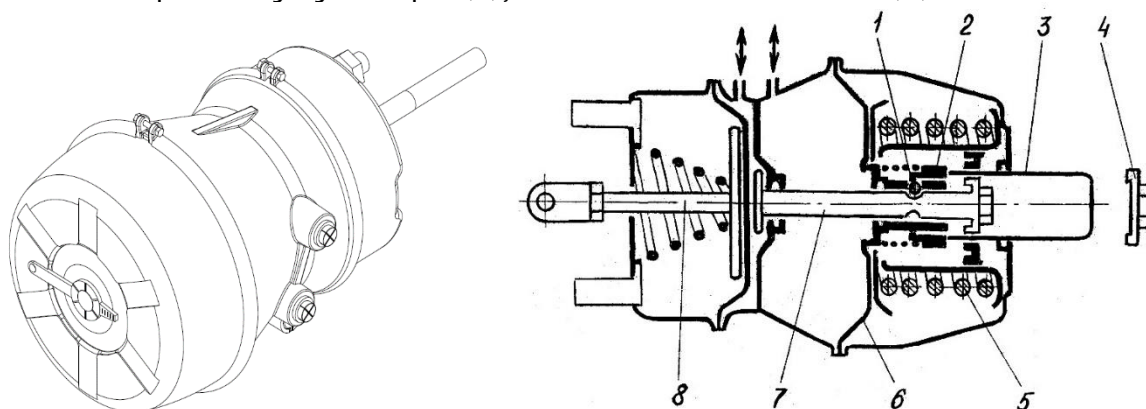

Рис. 1.13 – Тормозная камера с энергоаккумулятором
Тормозная камера с пружинным энергоаккумулятором (18) (рис. 1.13) предназначена для приведения в действие тормозных механизмов второй и третьей осей или второй, третьей и четвёртой осей при включении рабочего и стояночного тормозов. Состоит из двух основных частей - силовой части (тормозной камеры) и пружинного энергоаккумулятора. Силовая часть работает независимо от пружинного энергоаккумулятора.